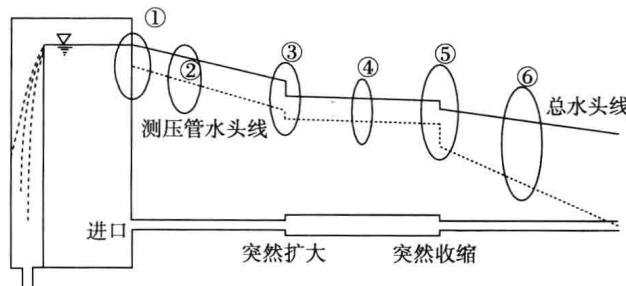

图 10-10
16. 如图 10-10 所示, 水头线有( )处错。
- A. ①②⑥
- B. ②④⑥
- C. ①③④
- D. ①②③⑥